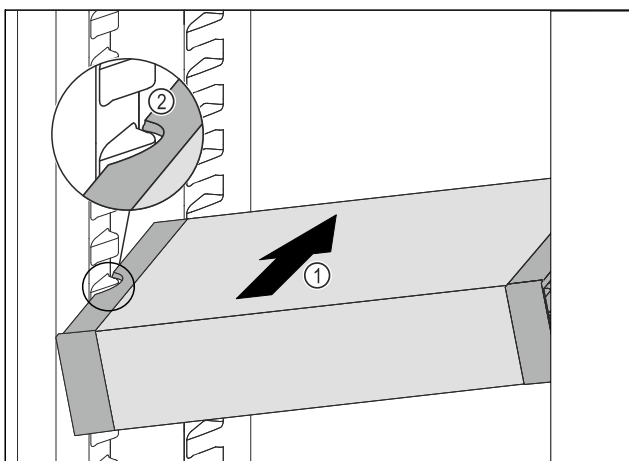

Fig. 85
- ▶ Insérer le VarioSafe en biais dans la partie réfrigérateur Fig. 85 (1) jusqu'à ce que les encoches latérales Fig. 85 (2) du VarioSafe se trouvent à la hauteur de la nervure du bac dans la partie réfrigérateur.